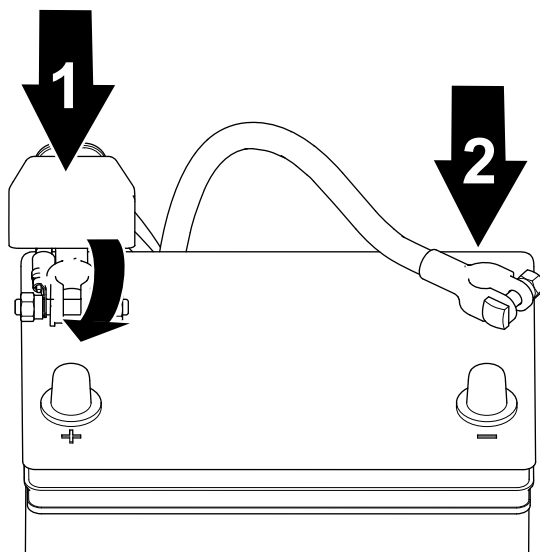

Figura 39
2. Conecte el cable positivo a la batería y apriete la tuerca de pinza de la batería (Figura 39).
3. Conecte el cable negativo a la batería y apriete la tuerca de pinza de la batería (Figura 39).